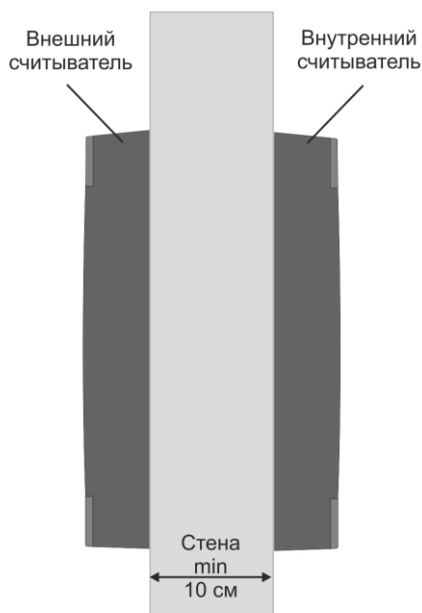

Рисунок 6. Крепление считывателей на одном уровне
- При установке считывателей на одном горизонтальном и вертикальном уровне (рис. 6) толщина стены должна быть не менее 10 сантиметров.